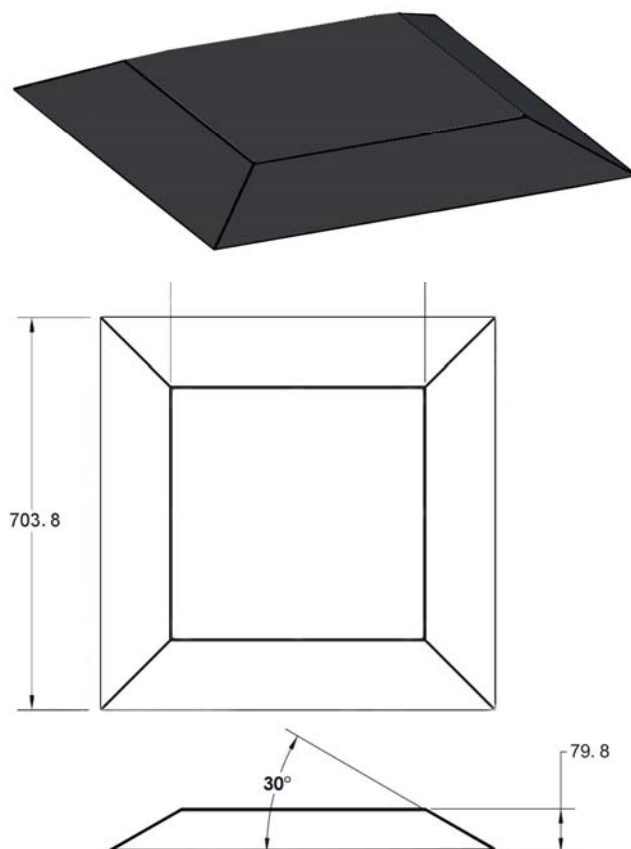

图 5 平台尺寸 (单位: mm)
3.2.5 在场地的正中央, 有一个黑色的方形木质锥台, 称为平台, 如图 5 所示。